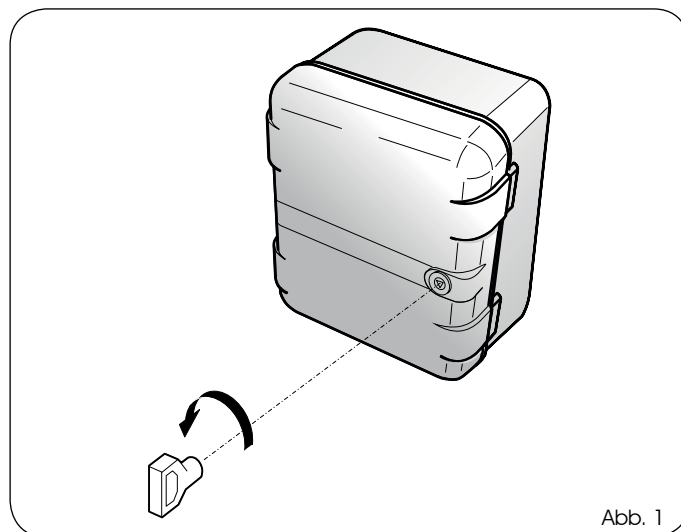

Abb. 1
- Die Klappe des Schutzgehäuses mithilfe des im Lieferumfang enthaltenen Dreieckschlüssels öffnen (siehe Abb. 1);